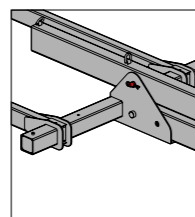

Abb. 5.2
- Entfernen Sie den Bolzen der mittleren Verbindung durch Lösen des Federsteckers. (Abb. 5.2)